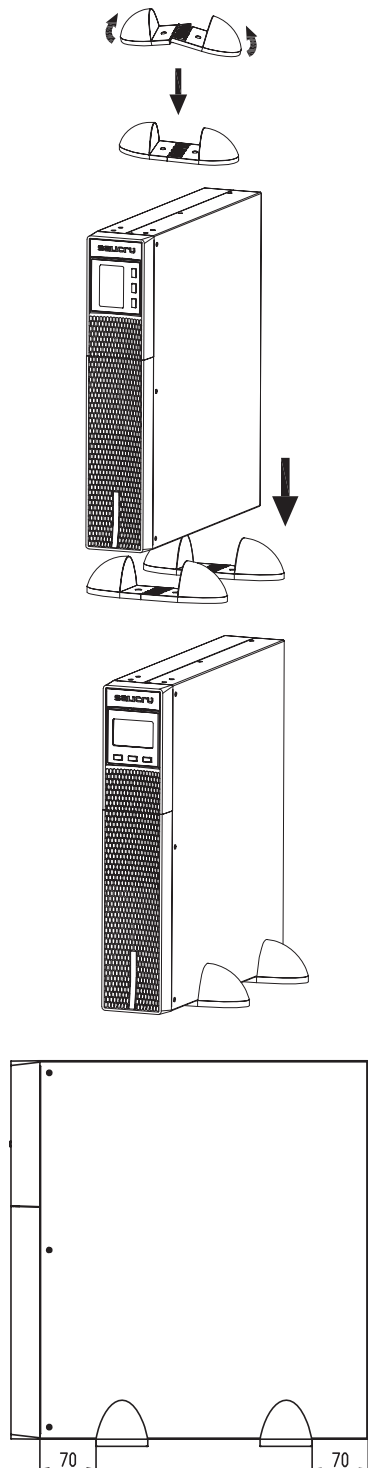

Abb. 6. Vertikale Montage -Turmausführung-.
- Die USV im stehend zwischen den beiden Basen mit einem Abstand von 70 mm, ab dem Ende gemessen, stellen (siehe Abb. 6).